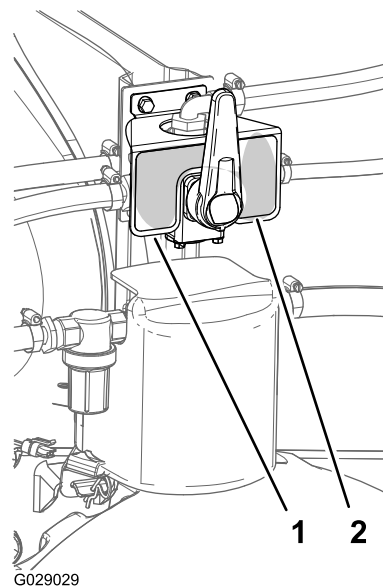
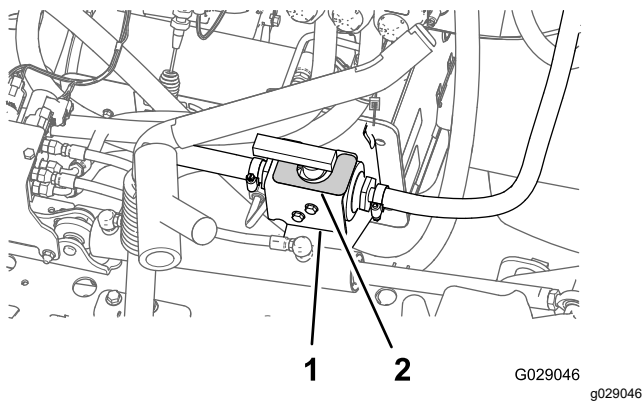

Figure 51
Figure 52
1. Nettoyez soigneusement la surface du support de la vanne à 4 voies et du support du clapet à bille (Figure 51 et Figure 52).
2. Décollez la pellicule protectrice au dos des autocollants et apposez les autocollants sur la machine, comme montré à la Figure 51 et la Figure 52.